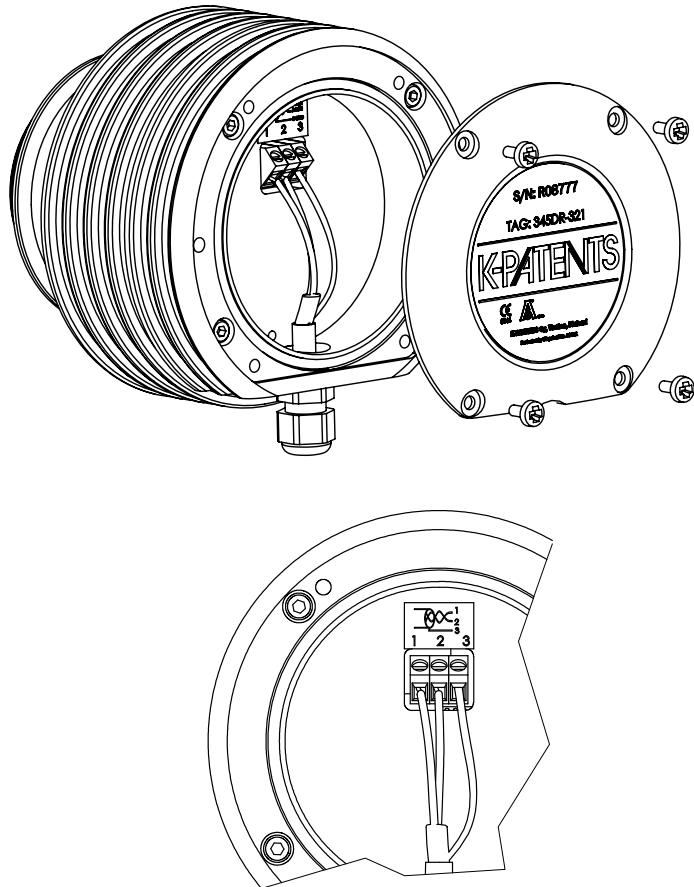

Abbildung 3.4 Sensor, elektrische Anschlüsse.
1. Entfernen Sie die vier Schrauben des Sensor-Typenschildes (Abbildung 3.4). Die Anschlussleiste befindet sich unter dem Typenschild.
2. Schließen Sie die Signaldrähte an die Anschlussklemmen (1) und (2) und die Kabelabschirmung an Anschlussklemme (3) an.